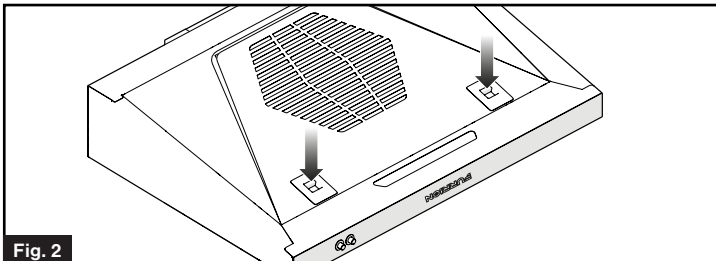

Fig. 2
2. Presione las dos pestañas de liberación de la tapa de la parrilla para soltarla de la campana. (Fig. 2)